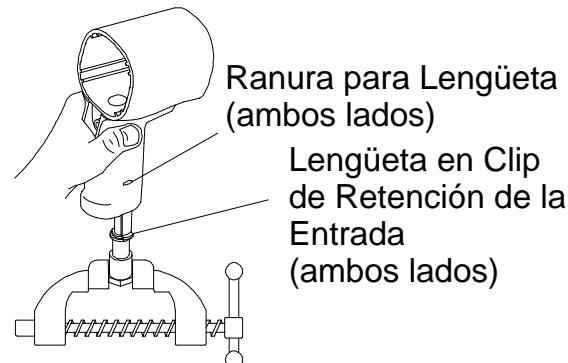

Figura 7
hacia dentro ambas lengüetas del clip de retención de la entrada (25) y tire hacia arriba de la carcasa (20). Ello permitirá que el casquillo de admisión se libere de la empuñadura de la carcasa. Véase la figura 7.
- Tire del gatillo (33) para separarlo de la parte delantera de la carcasa y quite la junta tórica del gatillo (34).